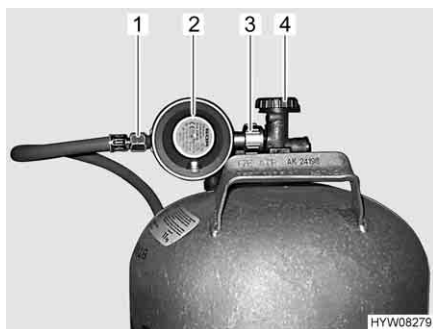

Fig. 101 Raccordo bombola del gas
- Chiudere la valvola principale di arresto (Fig. 101,4) della bombola del gas. Osservare la direzione della freccia.
- Tenere fermo il regolatore di pressione del gas (Fig. 101,2) e aprire il dado zigrinato (Fig. 101,3) (nella filettatura sinistra).
- Rimuovere il regolatore di pressione del gas con il tubo del gas (Fig. 101,1).
- Collocare il regolatore di pressione del gas (Fig. 101,2) con il tubo del gas (Fig. 101,1) sulla bombola del gas e serrare il dado zigrinato (Fig. 101,3) (generalmente filettatura sinistra). **Non** tirare con molta forza.